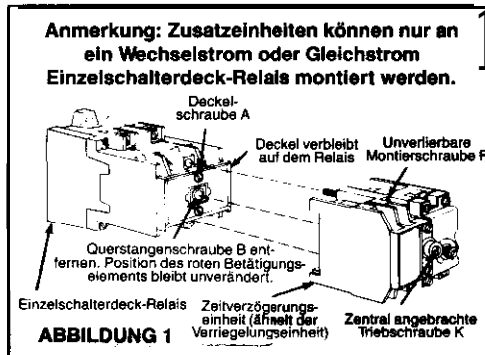

ABBILDUNG 1
- 1.1 Schraube B vom Relais entfernen und wegwerfen. Abbildung 1. Das rote Betätigungselement und der Schutzdeckel werden nicht entfernt.
- 5.1 Schraube B der Querstange vom Relais entfernen und wegwerfen. Abbildung 1. **Das rote Betätigungselement und der Schutzdeckel werden nicht entfernt.**
- 8.3 Unverlierbare Deckelschrauben A lockern, dann Relaisdeckel und rote Querstange entfernen. Abbildung 1.